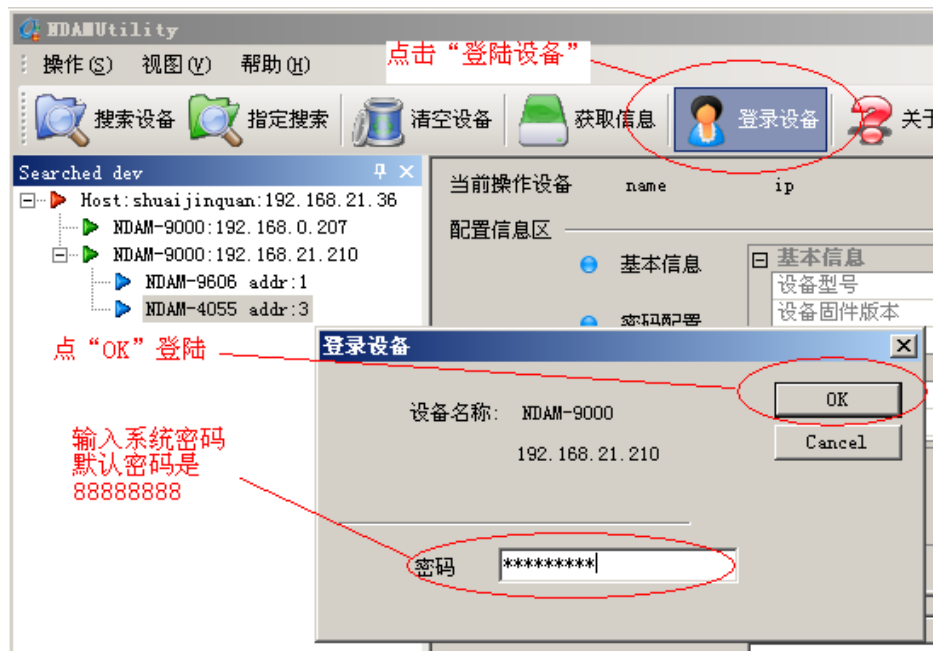

图 4.4 登陆设备
③ 单击界面上的“NDAM-4055 addr: 3”，输入当前通讯模块的登陆密码后点击 OK，登陆设备，如图 4.4 所示；